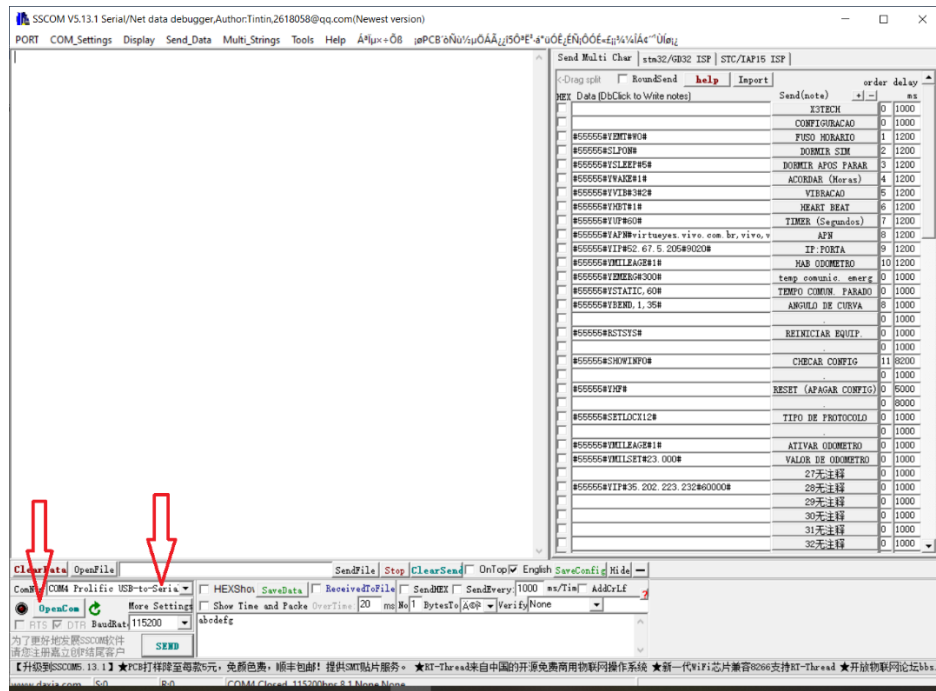

Figura 6 – Selecionar e abrir porta serial
Passo 2: Selecione a porta serial correspondente ao COMX Prolific USB-to-Serial, e a seguir clique no ícone OpenCom, conforme setas indicativas na figura 6.